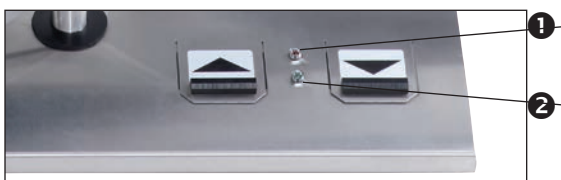

Fig. 6
- Faire monter l'assise , jusqu'à ce que la LED verte (2, fig. 6) s'allume.
- Faire descendre l'assise , jusqu'à ce que la LED rouge (1, fig. 6) s'allume.